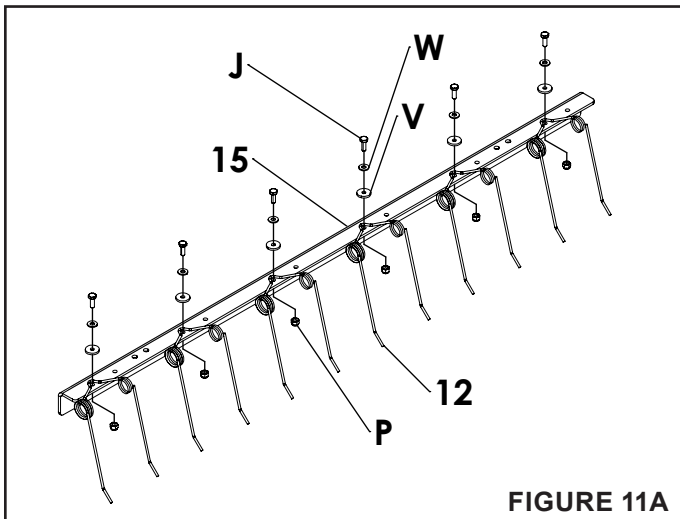

FIGURE 11A
- Sur un support de montage des dents (15), fixez six ressorts de déchaumage (12) à l'aide de six boulons hexagonaux (J), de six rondelles (W) et de six rondelles en caoutchouc (V). Voir figure 11A.
- Installez les boulons (J) et les rondelles à l'aide des six écrous autobloquants (P). L'écrou (P) doit être affleurant à l'extrémité du boulon.